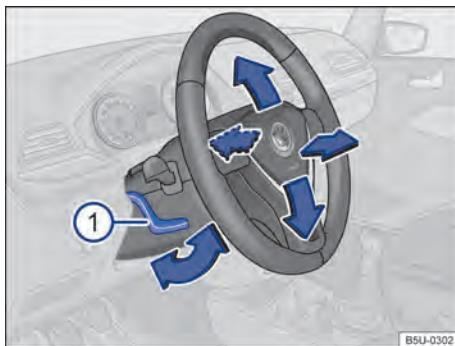

Fig. 53 Embaixo e a esquerda do volante junto com o revestimento da coluna de direção: alavanca de ajuste da posição do volante.
- Empurrar a alavanca para baixo segurando-a pelo manípulo → Fig. 53 ①.